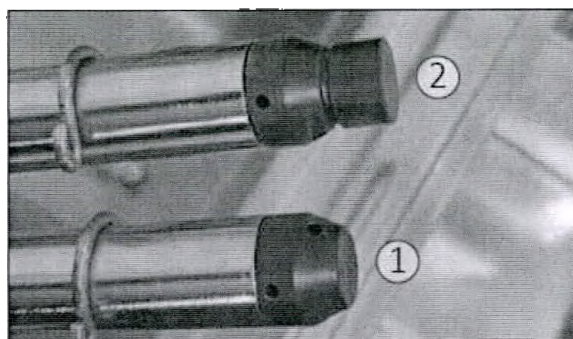

Рис. 10.2
- 3) Закрутите пластиковую крышку емкости с солью. (5 рис. 10.2).
Соль следует добавлять через отверстие в камере внутри емкости (5, Рис. 10.2). Чтобы добавить соль, открутите крышку (против часовой стрелки) и заполните емкость при помощи воронки для соли, обращая внимание, чтобы соль не просыпалась за чашу воронки, а затем закройте емкость крышкой.
- 3) Открутите крышку емкости с регенерирующей солью (5, Рис. 10.2) и вставьте воронку.
Система контроля работы коромысла-распылителя (Рис. 10.2):